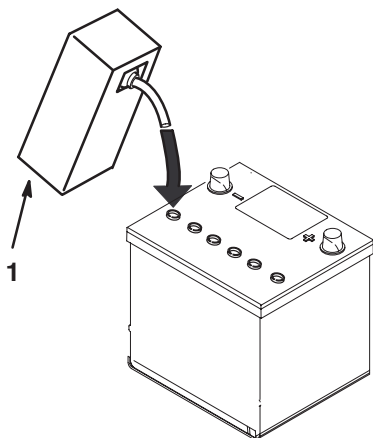

Figure 3
4. Attendez environ 20 à 30 minutes pour que les plaques aient le temps de s'imprégner d'électrolyte. Faites l'appoint au besoin pour que le niveau de liquide arrive à 6 mm du fond du creux de remplissage (Fig. 3).